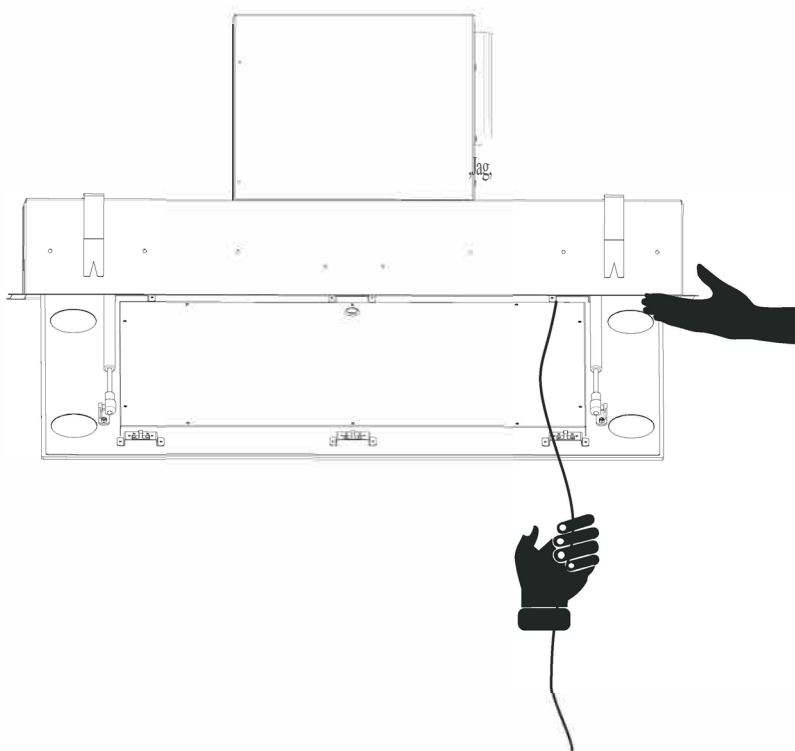

Fig. 22
L...,... För att höja ventilatorn med stålvarjrar, lyft ventilatorn med ena handen på den korta sidan och dra sedan stålvarjarna en efter en. Gör nu detta i tur och ordning på ventilatorns korta sidor. Varje gång stålvarjarna dras låser säkerhetslåset stålvarjern på plats (Fig. 22).